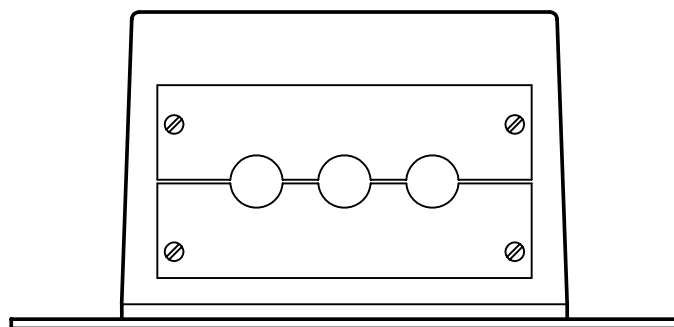
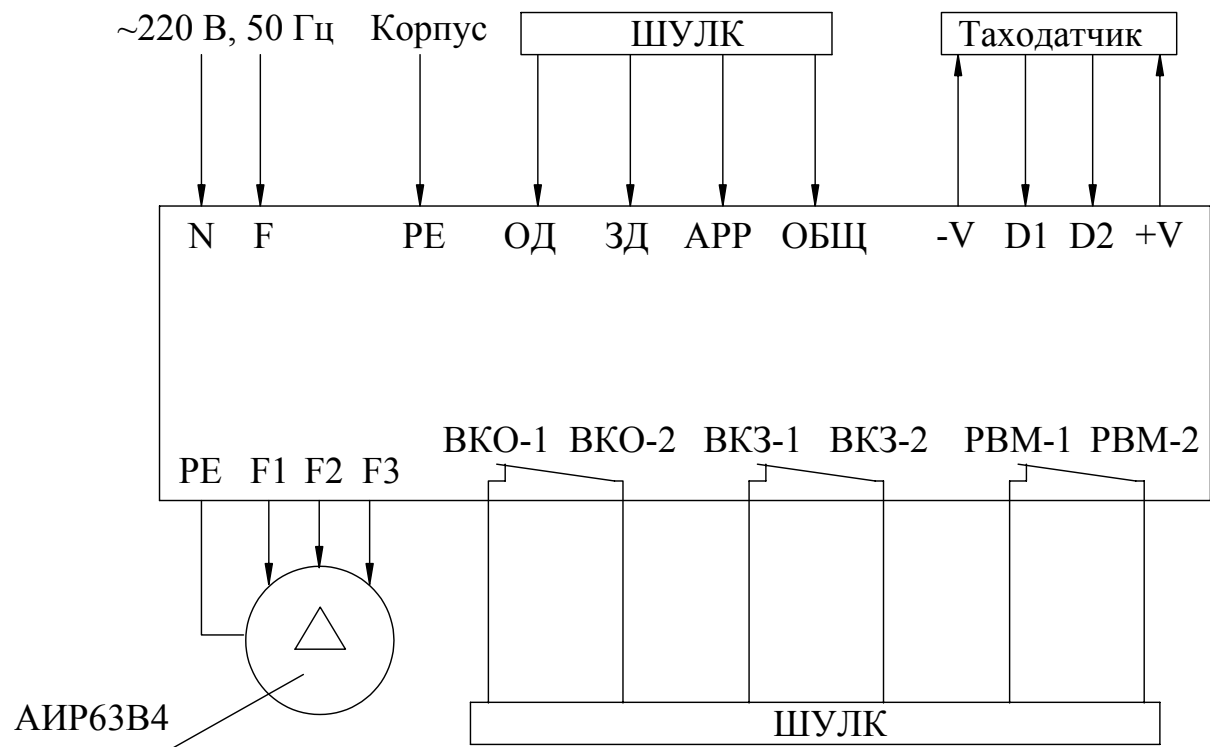
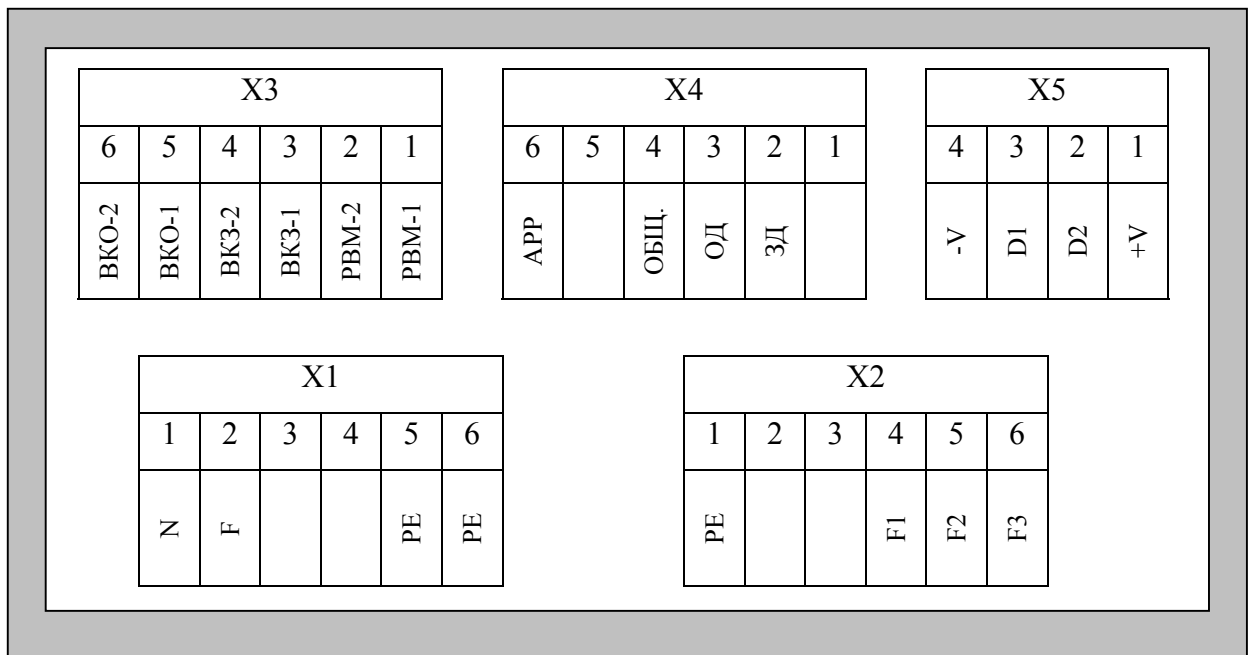

Рис.1. Габаритно-присоединительные размеры Устройства.
Рис.2. Блок-схема подключения внешних контактов БУАД-5-60.
Рис. 3. Схема подключения внешних контактов БУАД-5-60.
Габаритно-присоединительные размеры *Устройства* приведены на **рис.1**.
На **рис.2** показана блок-схема подключения внешних контактов *Устройства*. На **рис.3** показаны и подписаны отдельные контакты каждого из разъемов *Устройства*.
3.4.1. Внешние контакты для станции ШУЛК (см. рис. 2, 3):
Узел подключения внешних коммуникаций состоит из заглушки для крепления пластмассовых или металлических рукавов (**рис.1, вид А**) и разъемов для подсоединения шин сетевого питания, цепей выходных напряжений для электродвигателя, цепей управления работой устройства, цепей подключения таходатчика (**рис.2, 3**).